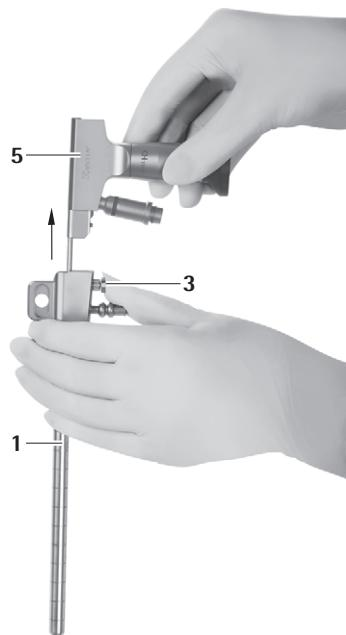

Fig. 8
► Premir o botão de desbloqueio **3** e retirar o endoscópio **5** do trocarte MINOP InVent **1**, ver Fig. 8.